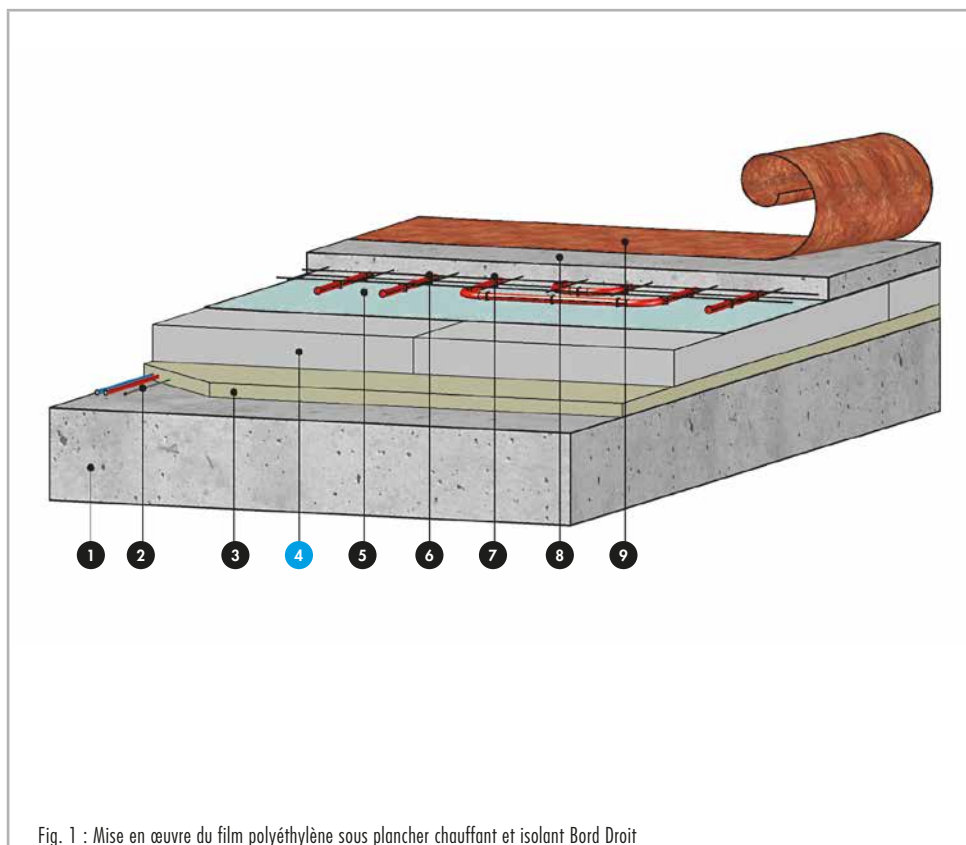

Fig. 1 : Mise en œuvre du film polyéthylène sous plancher chauffant et isolant Bord Droit
**Nomenclature de la figure 1**